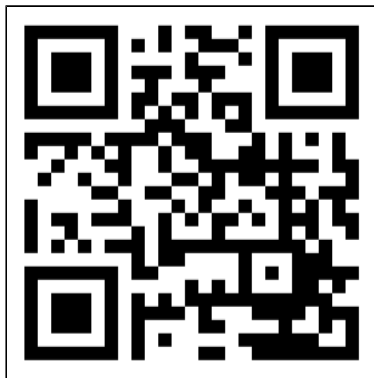

Figure 72.
1. Ouvrez le manuel de l'application Eurom Smart avec le QR-code (Figure 72) ou rendez-vous sur www.eurom.nl/nl/manuals.